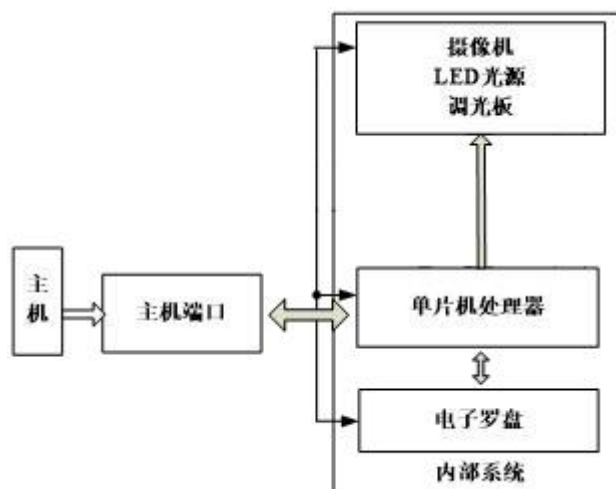

图2-3 探头原理框图
探头是仪器的重要组成部分，ZKXG100-T/T (B) 矿用钻孔成像轨迹检测装置探头内部：摄像机、光源、三维电子罗盘和单片机控制单元（如图2-3所示）。